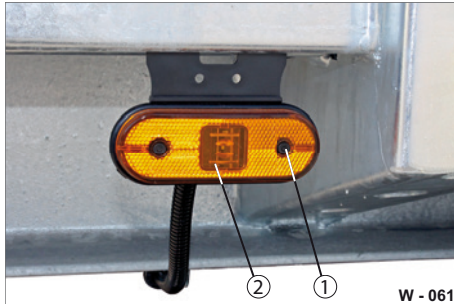

Abb. 61 Seiten-Markierungsleuchte „LED“
- ▶ Lösen Sie die Befestigungsschrauben (Abb. 61/1).
- ▶ Entnehmen Sie die LED-Leuchte (Abb. 61/2) - Verbindung ausstecken.